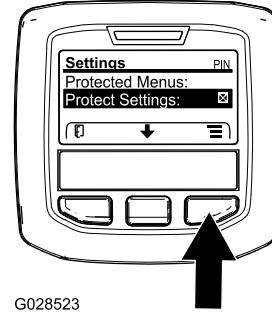

Figura 11
1. Desde el menú PRINCIPAL, utilice el botón central para desplazarse hacia abajo hasta el menú CONFIGURACIÓN y pulse el botón derecho (Figura 11).